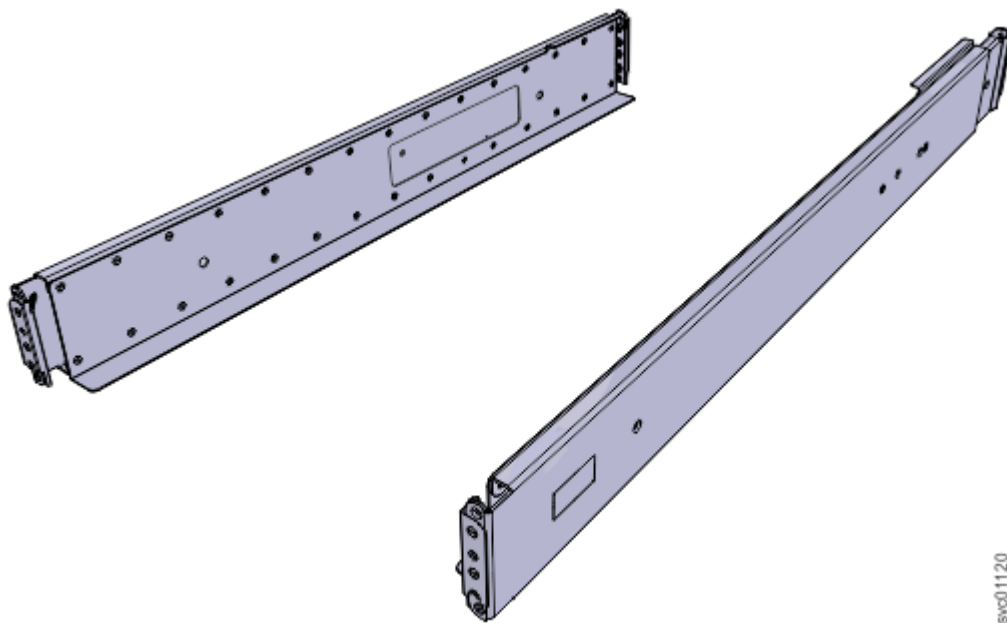

図 1. コントロール・エンクロージャー、サポート・レール
1. コントロール・エンクロージャー・レールを見つけます (14 ページの図 1)。